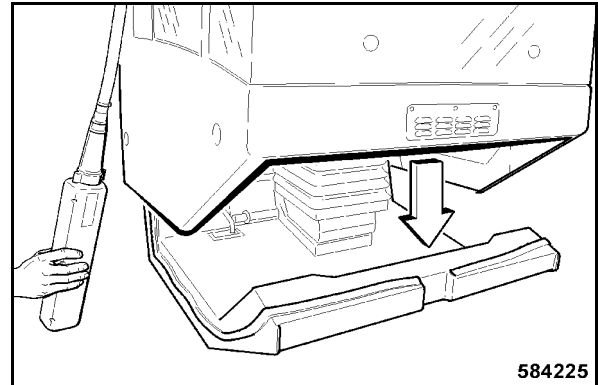

fig. 205
- Poser la cabine verticalement et lentement sur le poste de conduite (fig. 205).